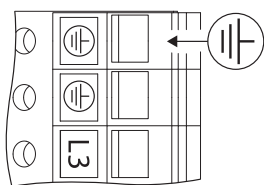

Fig. 26: Επιπρόσθετη γείωση
- Εξαιτίας του αυξημένου ρεύματος διαρροής σε κινητήρες από 11 kW και άνω πρέπει σύμφωνα με το EN 61800-5-1:2008-04 να συνδεθεί επιπρόσθετα μια ενισχυμένη γείωση (βλέπε Fig. 26).